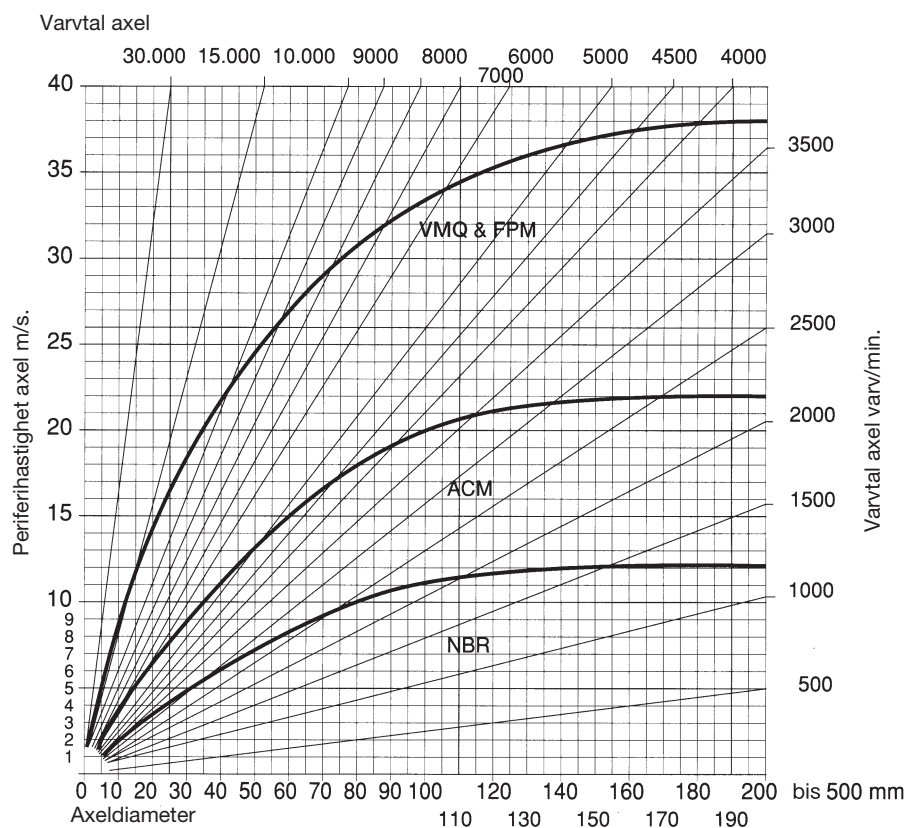

Fig. 2-9
- Axelns periferihastighet (fig. 2-9)